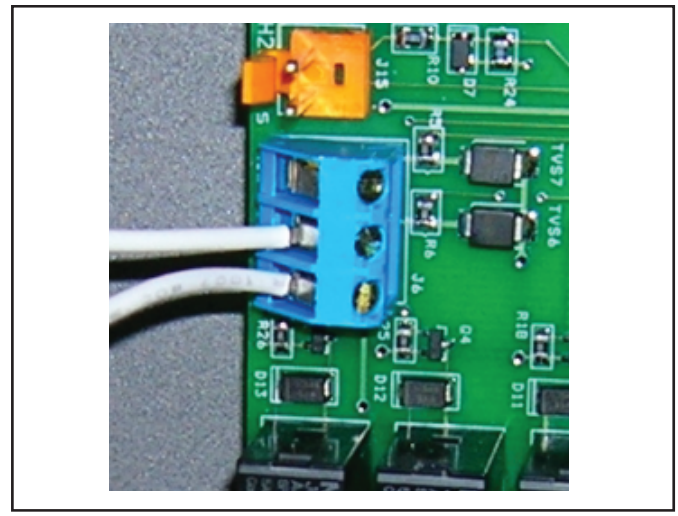

Figura 15b. Conexión AquaLink RS o TERMOSTATO REMOTO (Conexión de 2 Cables)
4. Conecte el cableado desde el sistema de control piscina/spa hasta la terminal de control remota de la bomba de calor (véase Figura 15b).